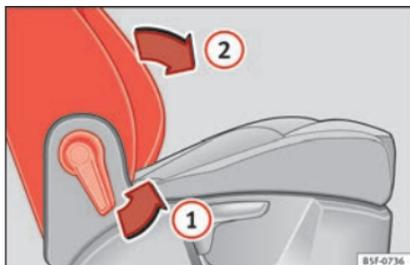

Fig. 148 Sedile del passeggero anteriore: leva di ribaltamento dello schienale.
- Tirare la leva **1** » **fig. 148** e spingere lo schienale in avanti **2** finché lo schienale non sarà in posizione orizzontale.